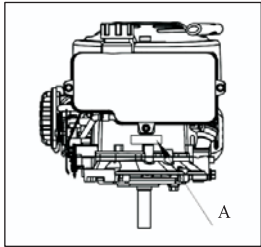

Fig. 15 A: Ubicación del número de serie
13.1 UBICACIÓN DEL NÚMERO DE SERIE (consulte la Fig. 15)